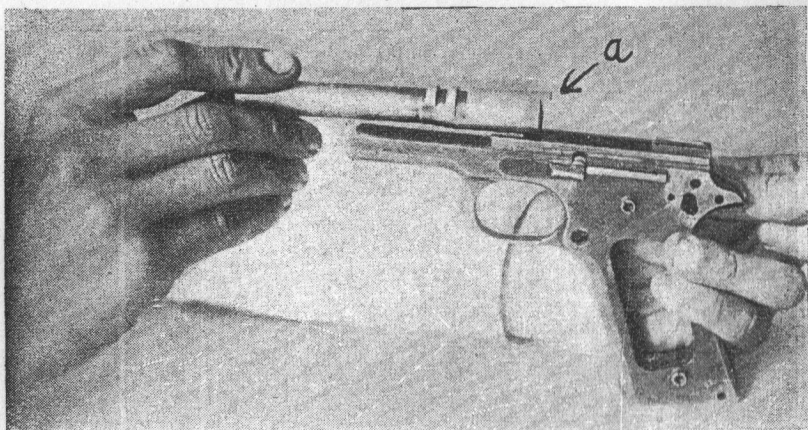

Рис. 30.
Переднее положение ствола в остова пистолета ограничивается осью затворной задержки, которая, помещаясь в отверстиях стенок остова пистолета, удерживает ствол при помощи соединительной сережки (см. рис. 30).
**Кожух-затвор** под действием возвратной пружины, которая передним концом при помощи переднего стержня упирается в муфту, а другим при помощи заднего стержня в полукольцевой уступ остова пистолета, прижимается к выступу «а» (рис. 30) ствола и заставляя заднюю часть ствола подняться и войти в сцепление с кожухом-затвором. Возвратная пружина находится в наименьшем сжатии.
Как только кожух-затвор упрется своим венчиком в задний выступ ствола «а» (рис. 30), ствол также начнет двигаться вперед, поднимаясь вверх задней частью, вращаясь на соединительной сережке, при этом выступы в верхней части ствола войдут в соответствующие пазы кожуха-затвора, и последний получит со стволом сцепление.